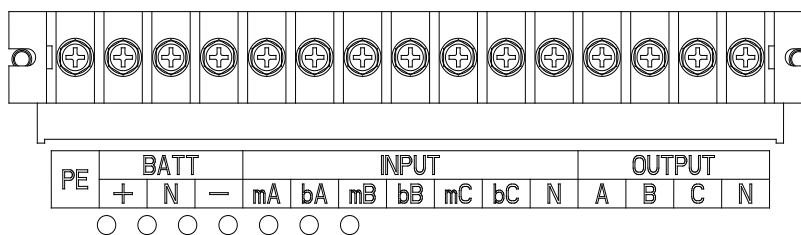

Рис.2-11 Клеммная колодка на ИБП 10/15кВА
2. Снимите защитную крышку силовых клемм. Расположение клемм ввода, вывода, батарей и защитного проводника показано на Рис.2-11 ~ 2-13.